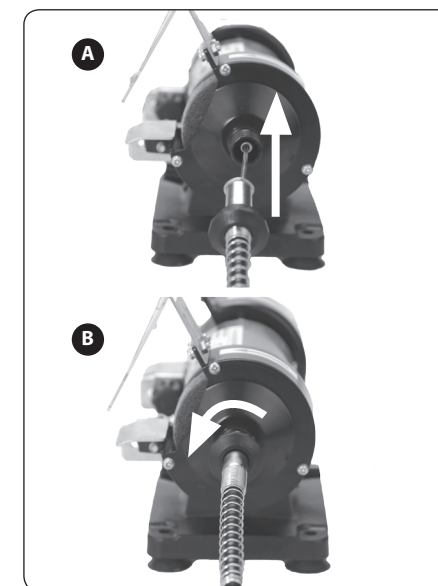

Abb. 5
1. **Stecken Sie die Bowdenwelle in den Wellenmitnehmer auf der Seite der Schleifmaschine und befestigen Sie ihn durch Anschrauben des Flansches. Der Flansch hat ein linksdrehendes Gewinde. Im Fall, dass die Welle in den Bowden eingesteckt ist, ziehen Sie sie mit einer Zange heraus (Abb. 5).**